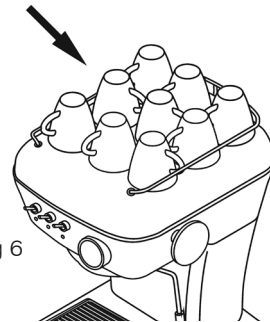

Abbildung 6
1. Der Filterhalter ❷ muss immer in der Maschine ❸ eingesetzt sein, damit er warm bleibt. In geschlossener Position.
3. Platzieren Sie die Tassen auf dem Tassenwärmer ❹. Die Temperatur (optimal bei 40 °C/105 °F) wird den Espresso verbessern (siehe Abbildung 6).